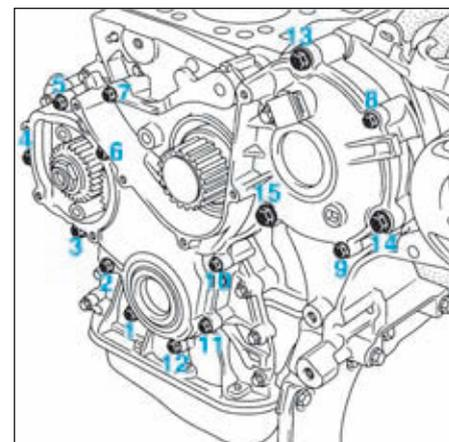

FIG.83
- Reposer le pignon de la pompe à haute pression à l'aide de l'outil [2] en alignant les repères (79) et (80).
- Reposer le carter inférieur de distribution avec un joint neuf. Serrer les vis de fixation en respectant l'ordre de serrage suivant (Fig.83) :